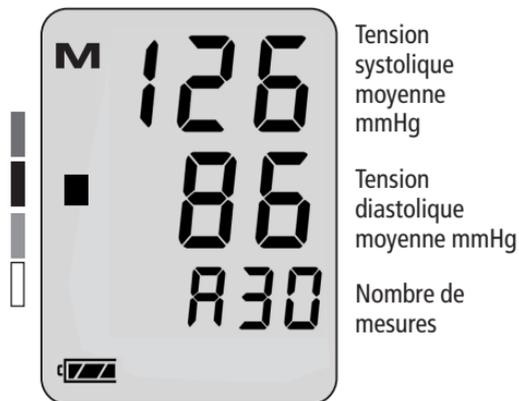

Figure 8
- ➔ L'appareil étant éteint, rappelez la valeur moyenne après 30 mesures enregistrées en pressant la touche START pendant environ 3 secondes. La valeur moyenne de l'ensemble des mesures enregistrées (Systole et Diastole) apparaît. Sur la partie " PUL" de l'écran, le nombre de mesures apparaît (voir figure 8)
Dans le bord gauche de l'afficheur, un rectangle noir apparaît (voir figure 8). Il correspond à la grandeur de la tension artérielle moyenne. À l'aide de l'échelle d'évaluation jointe (voir figure 9), recherchez dans quelle zone se situe votre tension artérielle selon l'OMS (voir page 91).